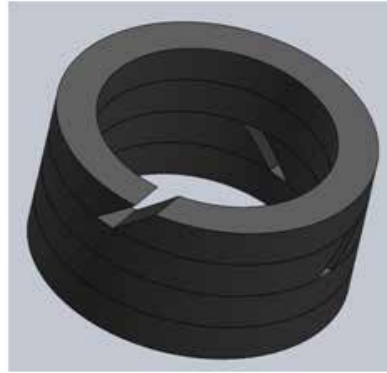

图 7：密封圈方向
- 注意所示（参见图 7）密封圈的方向。填料环内的间隙经放大以显示出 45° 切口的方向。还应注意填料环的最终方向需要每个间隙与相邻填料环交错呈 90°。